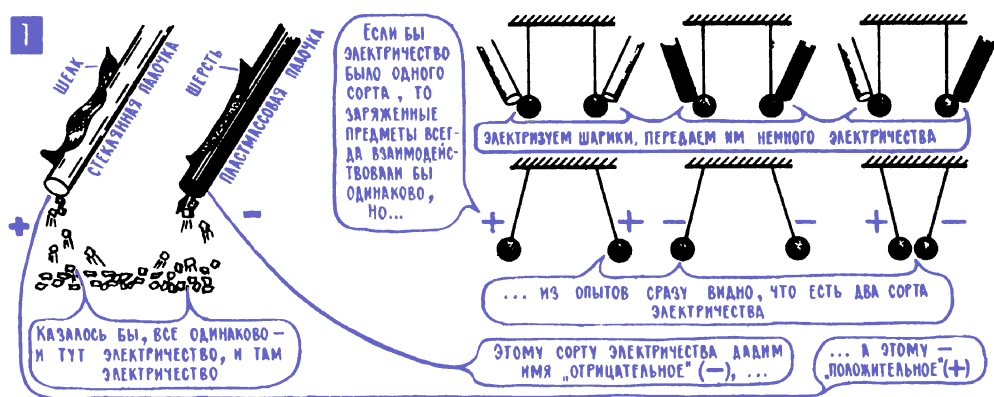
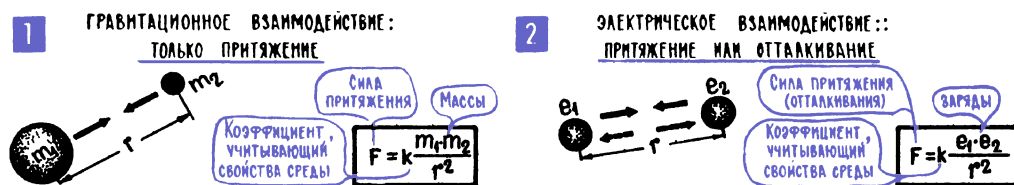

Рис. 2.1. Электризация тел
Рис. 2.2. Гравитационное и электрическое взаимодействия
Но вот около двух с половиной тысяч лет назад древнегреческий философ и исследователь природы Фалес Милетский впервые отмечает, что у гравитации есть могучий соперник, ранее ловко скрывавшийся от людей. Обнаружилось, что если натереть шерстью янтарную палочку, то палочка притягивает к себе легкие предметы, скажем клочки ткани. Под действием своей тяжести, то есть под действием гравитационного притяжения к земле, эти клочки ткани должны были бы падать, двигаться вниз. А они, преодолевая силы гравитации, упрямо поднимаются вверх (рис. 2.1).
Электричество и гравитация в чем-то очень похожи, и работают они по очень похожим правилам. Гравитационное притяжение тем сильнее, чем больше взаимодействующие массы; электрическое – чем больше заряды. А если раздвигать взаимодействующие тела, увеличить расстояние между ними, то обе силы – электричество и гравитация – резко ослабевают (рис. 2.2).
4. Электричество бывает двух видов, двух сортов: положительное и отрицательное. В результате гравитационного взаимодействия физические тела только притягиваются, пока еще никто не наблюдал антигравитации, то есть расталкивания двух масс. Отсюда можно сделать вывод, что в природе существует масса только одного сорта и что одинаковые массы взаимодействуют только так – они взаимно притягиваются. Одинаковость, однотипность масс установлена с колоссальной, просто-таки фантастической точностью – до миллионных долей миллионной доли процента. Но факт существования только одного сорта массы настолько важен, что физики планируют еще более точную его проверку. В отличие от массы, электричество бывает двух разных сортов, и в этом может убедиться каждый, проделав простейшие опыты с натиранием стеклянной и пластмассовой палочек. Поначалу может показаться, что электричество всегда действует одинаково (рис. 2.1), но, передавая заряды с натертых палочек двум легким шарикам, можно убедиться, что в разных случаях они ведут себя по-разному (рис. 2.2; 2). Шарик, получивший электрический заряд разных сортов (разноименно заряженные), притягиваются, одинаковых сортов (одноименно заряженные) – отталкиваются. Если бы электричество было только одного сорта, то взаимодействие зарядов всегда было бы одинаковым: